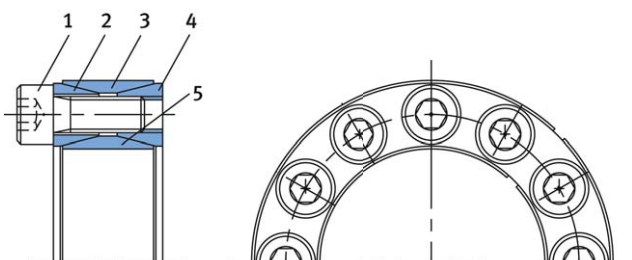

Abb. 2
Vor der Montage sind Passungsspiele und Oberflächenbeschaffenheit der Anschlusskonstruktion zu überprüfen. Das Spannelement wird einbaufertig geliefert. Nach längeren Lagerzeiten oder bei einer Wiedermontage müssen alle Kontaktflächen (Abb. 2), die Gewinde und Schraubenkopfauflagen des gereinigten Elementes mit einem leichten Ölfilm versehen werden.
3. Schritt: Spannschrauben (Abb. 2, Pos. 1) leicht anziehen, bis eine Berührung mit den Kontaktflächen von Welle und Nabe erfolgt. Die Nabe ist dabei entsprechend auszurichten.